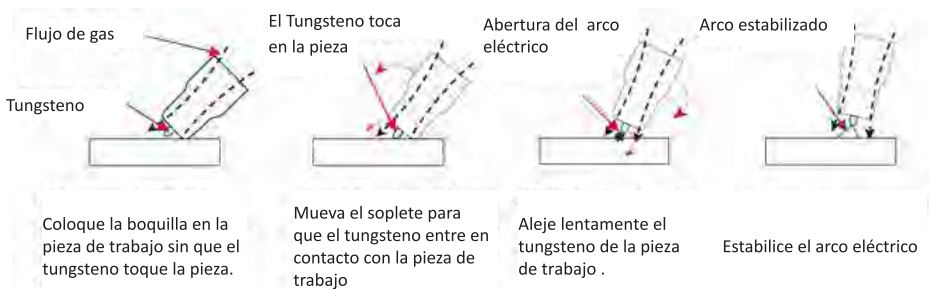

Figura 8
El arco Lif es una forma de ignición por arco donde la máquina usa una baja tensión en el electrodo, con un límite de corriente de uno o dos amperios (muy por debajo de la corriente de soldadura). Cuando la máquina detecta que el tungsteno ha abandonado la superficie y que hay una chispa, aumenta inmediatamente (en microsegundos) la potencia convirtiendo la chispa en un arco completo. Es un proceso alternativo de abertura de arco simple, seguro y de bajo costo. La figura 8 muestra ese proceso.
8. Comience a soldar siguiendo los pasos de la **figura 8**.